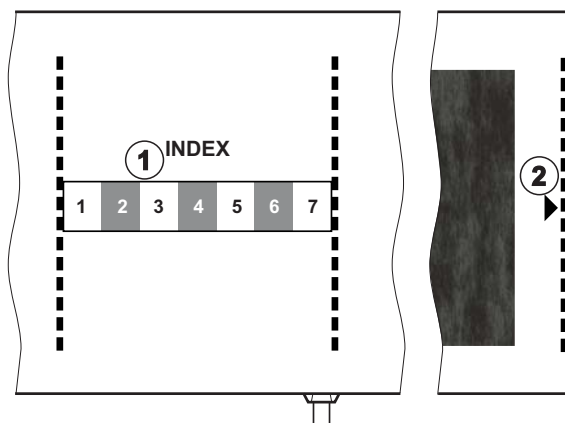

Fig. 11-6 Segni per misura del bracciale corretta
La misura del bracciale è corretta per il braccio superiore se la linea tratteggiata contrassegnata con una freccia (al bordo del bracciale, vedere Fig. 11-6, ②) si trova nell'intervallo contrassegnato con "INDEX" (①) quando il bracciale è stato applicato.